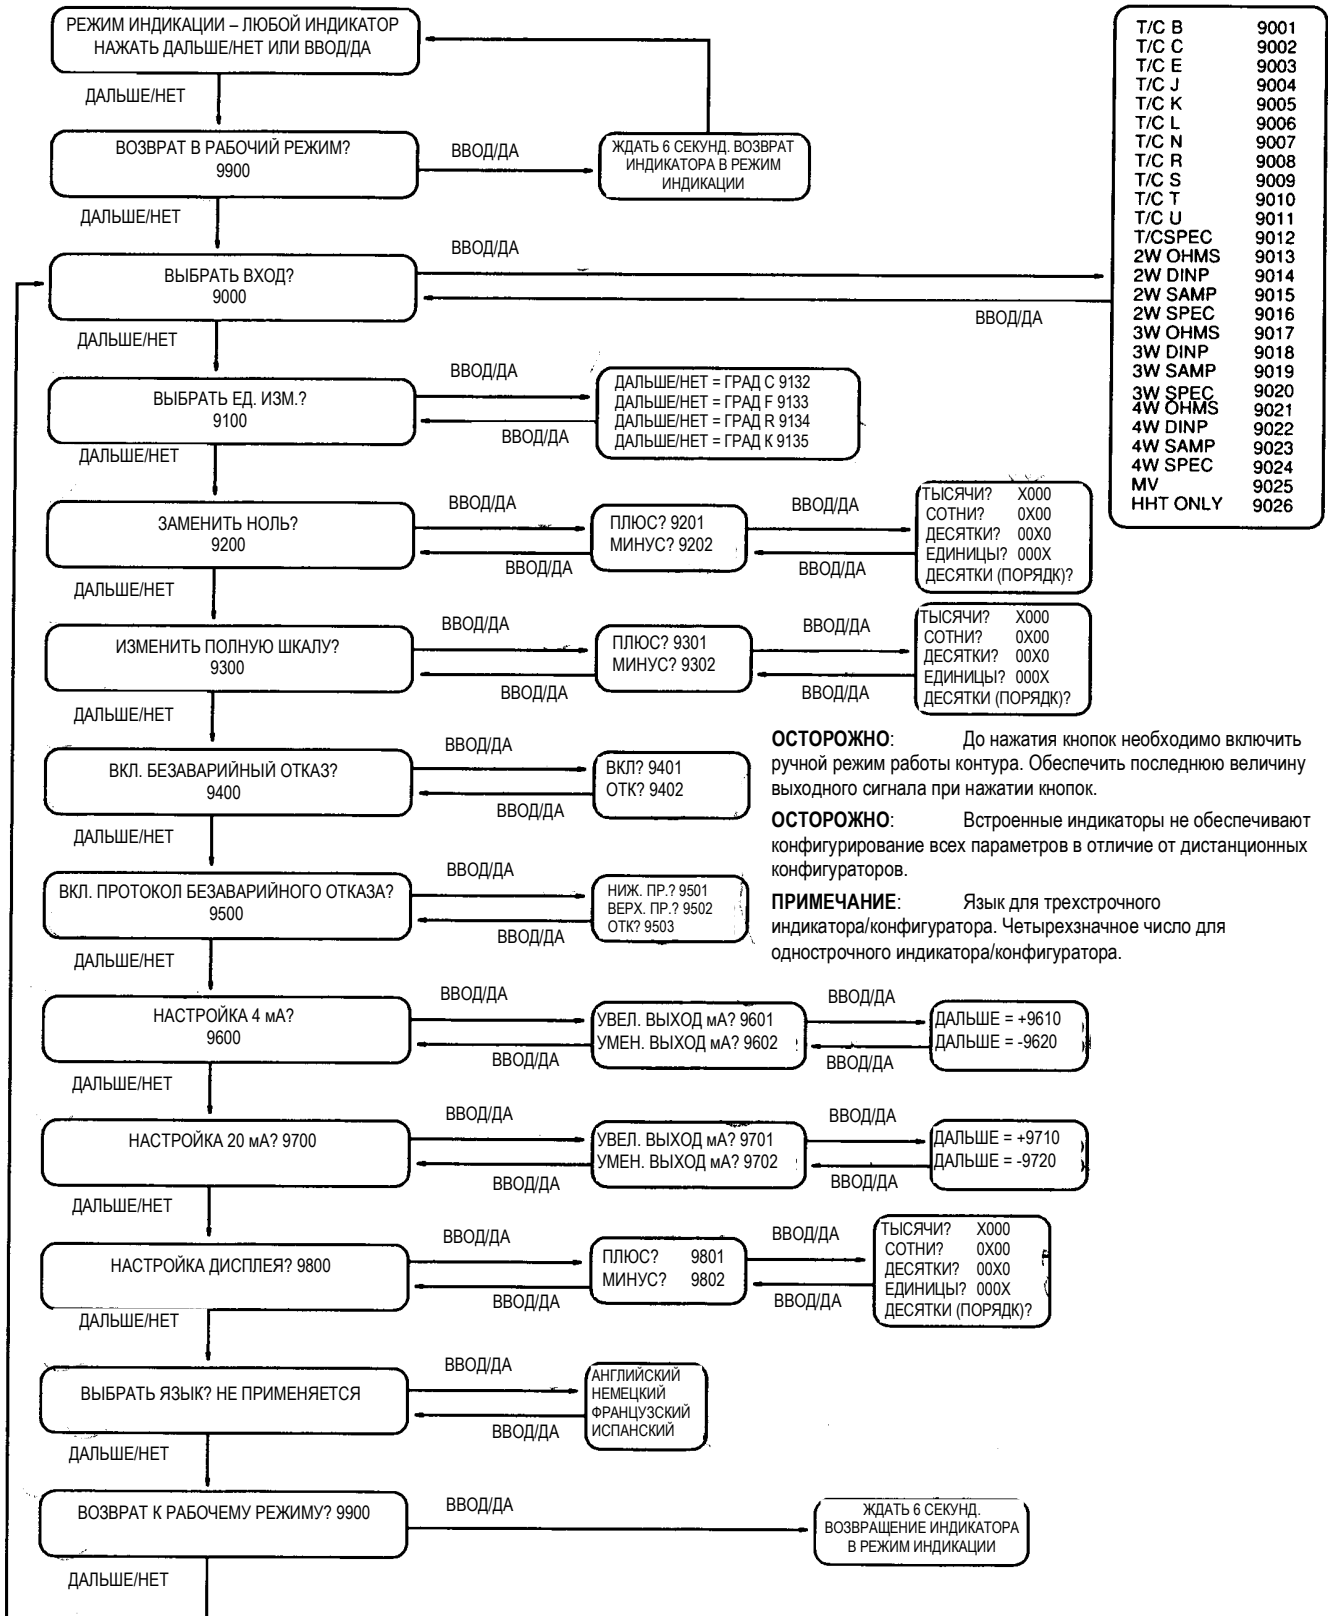
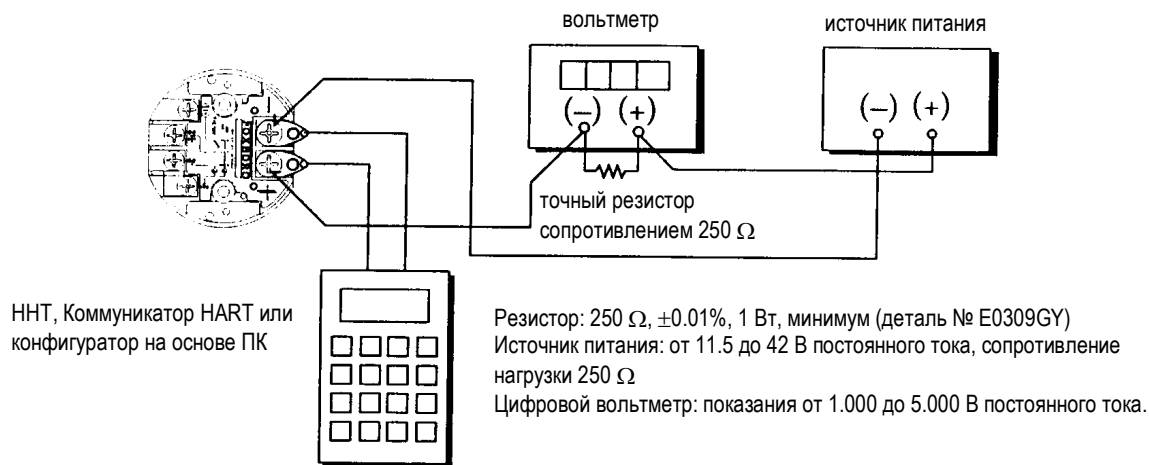

Рисунок 23. Блок-схема индикатора/конфигуратора
Рисунок 24. Схема калибровки выхода 4...20 мА
3. Как указано на блок-схеме конфигуратора (Рис. 23) нажмите на кнопку NEXT для изменения конфигурации первого параметра и затем на кнопку ENTER. Выполните все действия, как указано на блок-схеме конфигурирования преобразователя. Обратите внимание на то, что на блок-схеме указан цифровой четырехзначный код и приводится текст каждого блока. Код выводится на экран дисплея однострочного индикатора, а текст в сокращенной форме - на третью строку трехстрочного индикатора.
Настройка выхода в диапазоне от 4 до 20 мА осуществляется путем подключения цифрового вольтметра и точного резистора к выходному контуру (см. Рис. 24) и настройки выхода в режиме конфигурирования. В случае использования внутреннего индикатора/конфигуратора, см. блок-схему на Рис. 23. В случае использования дистанционного конфигуратора, см. инструкцию MI 020-479 (конфигуратор PC10 на основе ПК), MI 020-495 (конфигуратор PC20 на основе ПК), MI 020-469 (терминал ННТ) или MI 020-460 (коммуникатор HART).